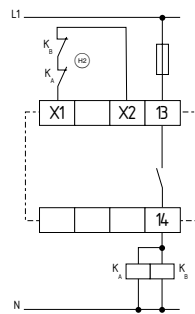

Fig. 18
**Comando de dois canais com circuito de retorno (Fig. 18)**